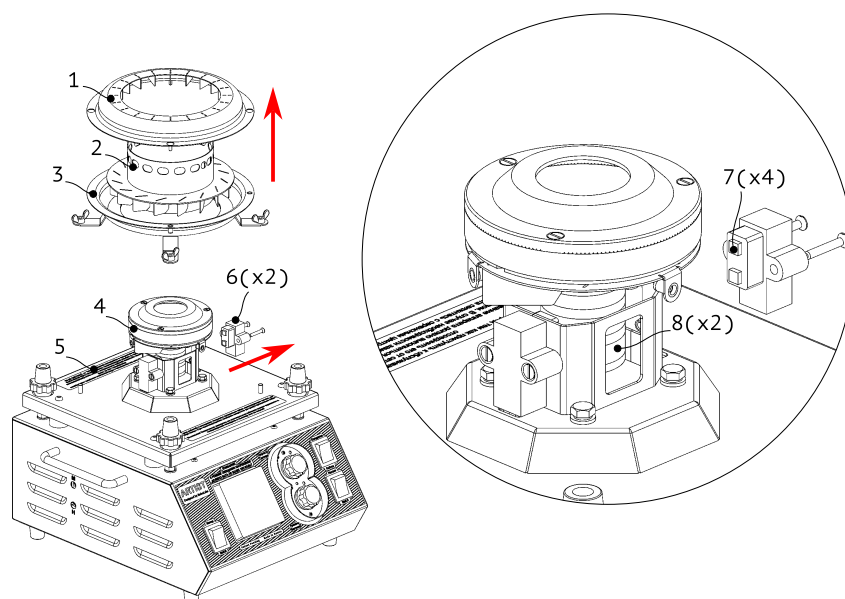

Рисунок 6
9. Выкрутите четыре винта, скрепляющих верхнюю (1) и нижнюю (3) половины статора (см. Рис. 6) и затем снимите верхнюю половину статора. Выкрутите три винта, крепящих крыльчатку (2) к основанию прядильной головы (4); снимите крыльчатку. Выкрутите четыре гайки-барашка, которые крепят нижнюю половину статора (3) к шасси (5) и снимите нижнюю половину статора.
10. Вскройте оба щёточных узла (6), выньте угольные электроды (7) и оцените их состояние. В случае значительного износа или разрушения замените щёточный узел. ВНИМАНИЕ! После замены щёточного узла включите двигатель, но не включайте нагрев, дайте двигателю поработать примерно 15 минут перед тем, как включить нагрев. Это позволит новым электродам притереться, и узел не будет искрить после включения нагрева.
11. Осмотрите токосъёмные кольца (8), обращайтесь внимание на степень износа, изменения цвета и деформации. Очистите поверхность токосъёмных колец и изоляторов, разделяющих кольца. Изношенные кольца и изоляторы замените.